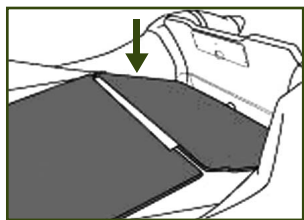

рис. 5
- Присоедините пайол №4 к пайолу №3 (рис.5)